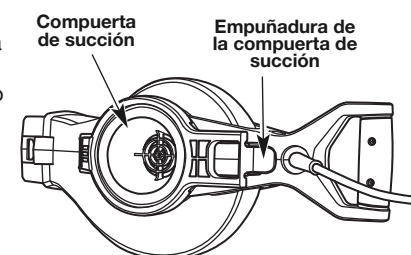

Fig. 3
1. Con el equipo apagado y desenchufado de la corriente, abra la compuerta de succión tirando de la empuñadura de la compuerta de succión en sentido contrario a la carcasa del motor (Fig. 3).